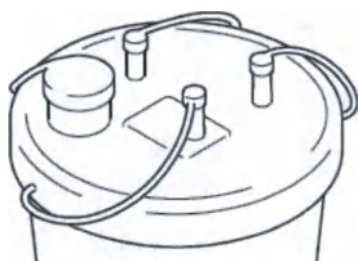

Рисунок 120 — Все порты аспирационной канистры закрыты
3. Закройте все открытые порты канистры, чтобы убедиться, что аспирационная канистра герметично закрыта и из нее не произойдет утечки отходов хирургических операций (рисунок 120).